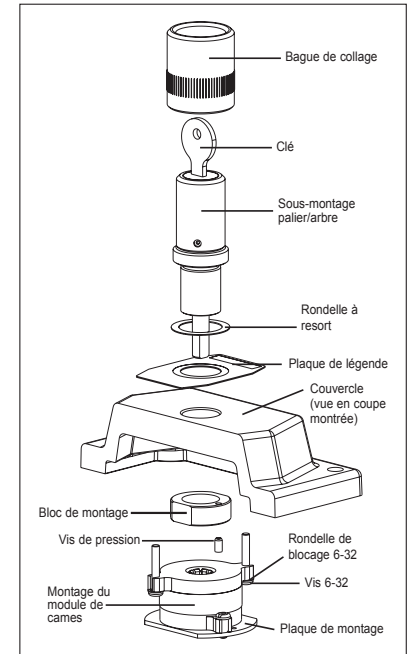

Figure 13. Montage de l'opérateur du commutateur de sélection à clé
- En vous référant à la figure 13, installez le sous-montage palier/arbre et une rondelle à ressort sur le devant du couvercle en l'introduisant fermement jusqu'au couvercle à l'endroit désiré. Utilisez une plaque de repère DL au besoin tel que mentionné dans la section MONTAGE DES BOUTONS-PUSPOIRS.